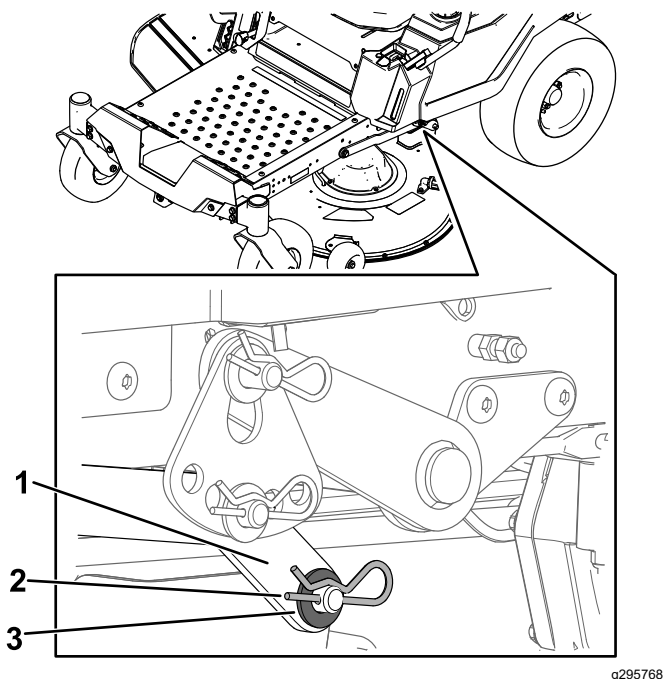

Figura 75
- Pe o parte a mainii, îndepărtați aiba și tiftul în formă de agrafă de la tiftul punii (Figura 75).
- Îndepărtați braul de ridicare de la tiftul punii (Figura 75).
- Montați braul de ridicare utilizând aiba și tiftul în formă de agrafă (Figura 75).
- Pe o latură a mainii, ridicați partea din spate a punii mainii de tuns iarbă și montați braul de ridicare la tiftul punii (Figura 75).